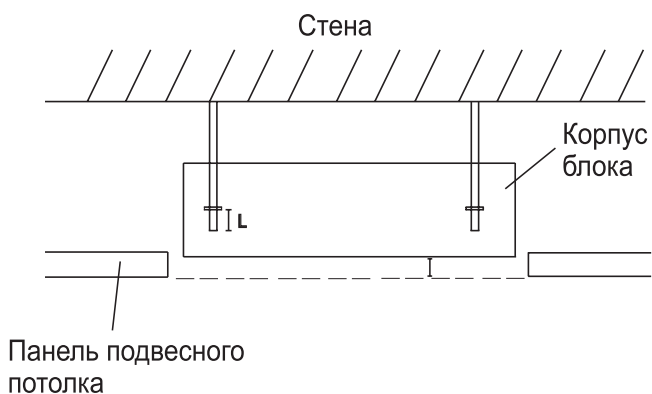

Рис. 4.6
**ПРИМЕЧАНИЕ.** Нижняя плоскость блока должна находиться на 24 мм выше панели подвесного потолка. Обычно длина L (см. рис. 4.6) составляет примерно половину длины монтажного болта. в любом случае она должна быть достаточной для надежного крепления гаек.